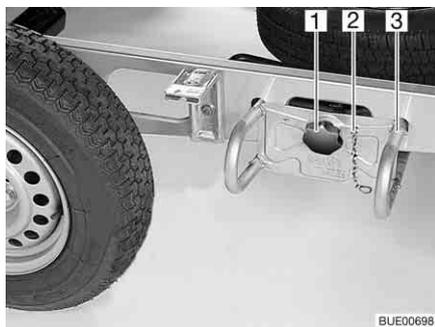

Fig. 222 Soporte para la rueda de repuesto
- Desenganchar la cadena de seguridad (Fig. 222,2).
- Aflojar y desenroscar el tornillo de mando estrellado (Fig. 222,1).
- Extraer el portador de la rueda de repuesto (Fig. 222,3) unos 10 cm y depositarlo en el piso.